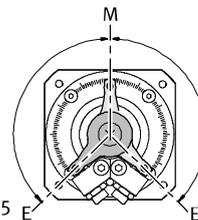

Fig. 15
- Använd helst symmetriska vinkelinställningar enligt DSM:s symmetrilinje M (Fig. 15). Dessa ger en jämnare rörelse mellan höger- och vänstervridning.